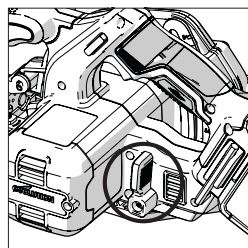

Fig. 10
- Afloje el mecanismo de bloqueo del ajuste de profundidad tirando de la palanca de accionamiento hacia arriba. **(Fig. 10)**